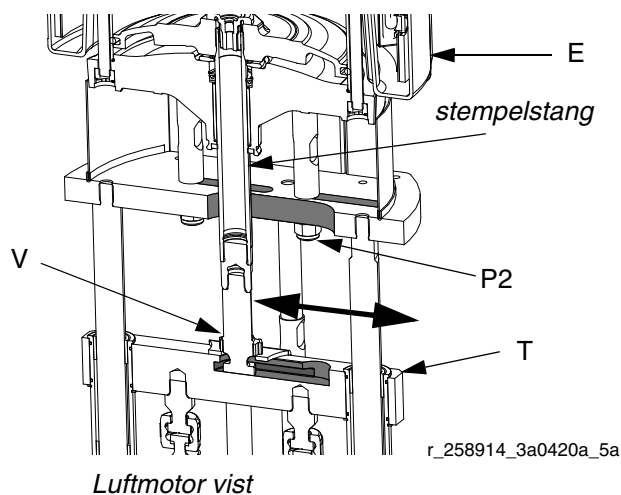

FIG. 7
5. Tag fat i stempelstangen, og forskyd motorens (E) position, indtil indikatorlinjerne viser det ønskede forhold. Se FIG. 6 og FIG. 7.